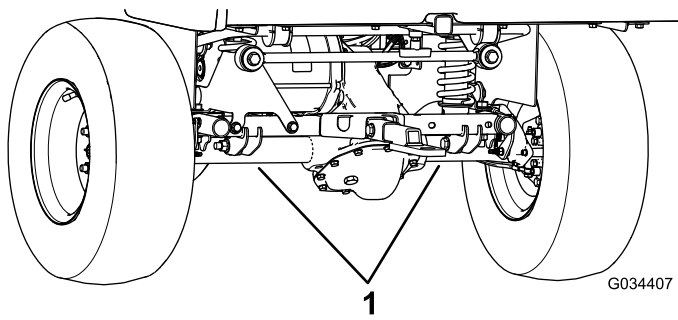

Bild 23
- Die hintere Hebestelle der Maschine befindet sich unter den Achsrohren (Bild 23).